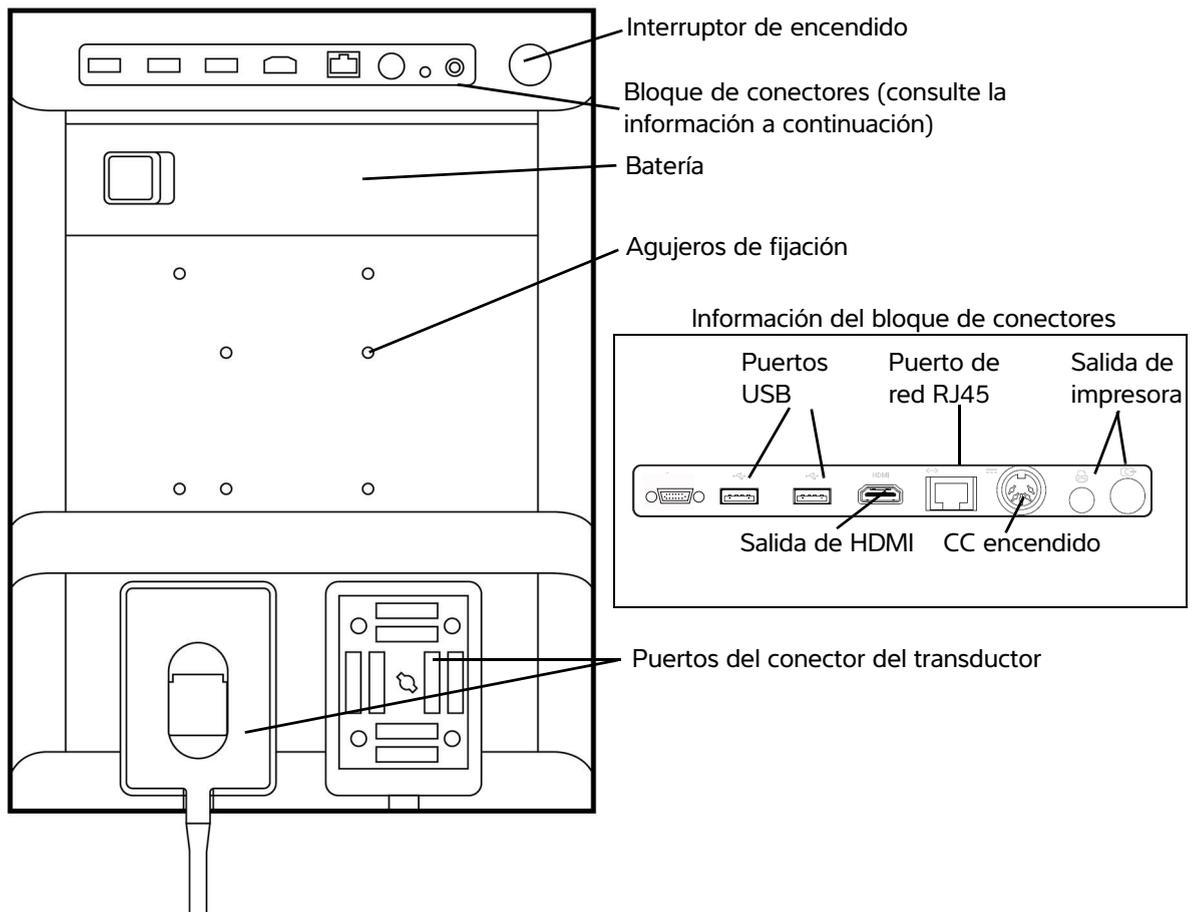

Figura 2-1 Recuperación de sistema
- 1 Encienda el sistema. Para ver la ubicación del interruptor de encendido, consulte la sección Figura 2-1 en la página 2-2.
La parte posterior del sistema tiene compartimentos para la batería y dos transductores así como conectores para dispositivos USB, cable de alimentación, cable de red y mucho más. Consulte Figura 2-1.
- 1 Conecte el cable de alimentación de CC de la fuente de alimentación al conector de alimentación del sistema. Consulte **Figura 2-1** en la página 2-2.
- ❖ Presione el interruptor de encendido. Consulte **Figura 2-1** en la página 2-2.
Inserte el dispositivo de almacenamiento USB en un puerto USB del sistema. Consulte Figura 2-1 en la página 2-2. El dispositivo de almacenamiento USB está listo cuando aparece el icono USB.